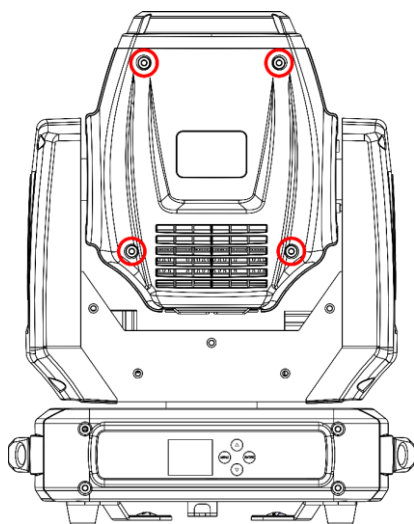
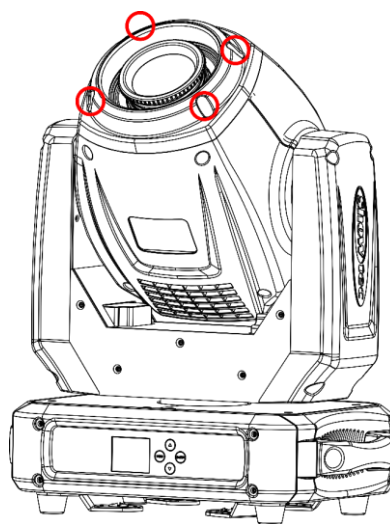

Fig. 07
Fig. 08
- 03) Togliere il coprilampada svitando le 4 viti (cfr. fig. 07) e le 4 viti dell'obiettivo (cfr. fig. 08).